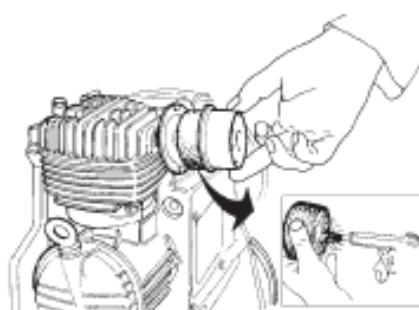

fig. 9
- **Filtro del aire (fig. 9)**